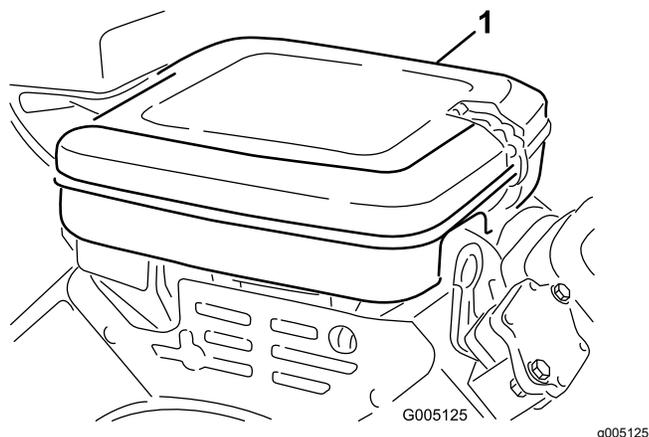

Figure 38
1. Nettoyez le couvercle du filtre à air (Figure 38).